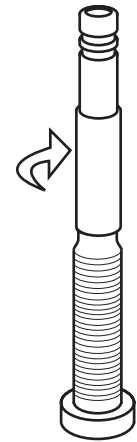

Figura 47. Aparafuse o prolongador na válvula, no sentido horário.
3. Aparafuse o prolongador externo na válvula girando-o firmemente no sentido horário com os dedos. Aviso: Não aperte demais, pois isso pode danificar o prolongador (Figura 47).